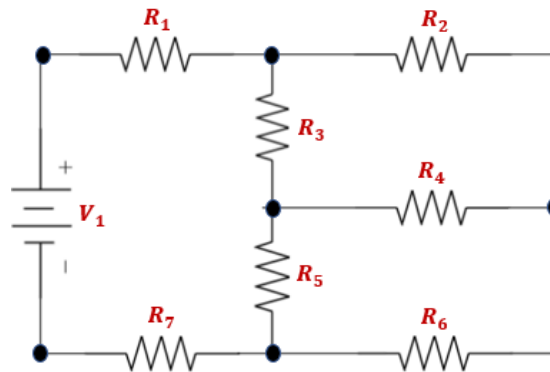

Figura 2.
3. Implemente el circuito de la **Figura 2** utilizando las resistencias seleccionadas y una fuente de voltaje DC.
4. Encienda la fuente de voltaje DC y suministre una diferencia de potencial de **10 v** al circuito de la **Figura 2**.